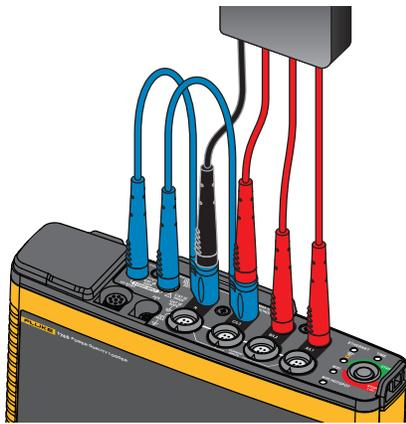

Figure 7. Mesure avec tension neutre et alimentation de l'instrument
- Raccordez N à la deuxième entrée de l'alimentation. Voir la Figure 7.